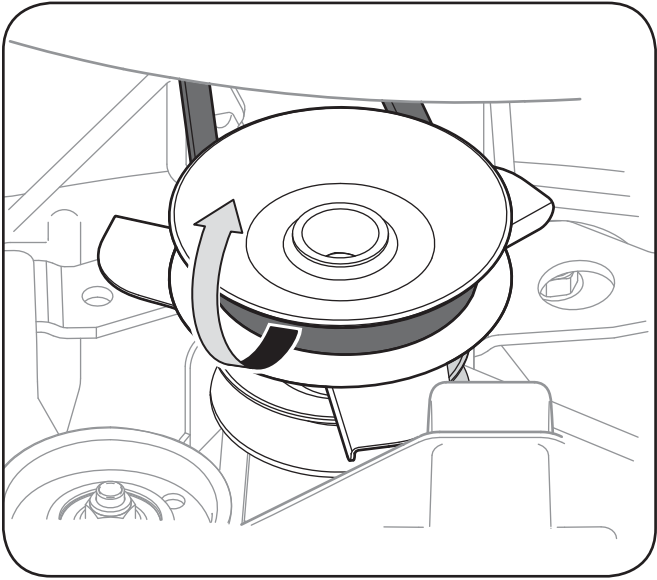

Figure 7-2
3. Dégagez la courroie de la poulie d'entraînement de la p. d. f., comme à la Figure 7-2. Roulez un côté de la courroie pour la dégager de la poulie, puis continuez jusqu'à ce qu'elle soit complètement dégagée de la poulie.
4. Tirez la courroie vers l'arrière du tracteur et dégagez-la du support du guide de la courroie. Voir la Fig. 7-2.
8. Faites passer la courroie du plateau de coupe dans le support du guide de courroie, puis sur la poulie d'entraînement de la p. d. f., comme à la Fig. 7-2.
- 4. Dégagez la courroie de la prise de force de la poulie motrice du tracteur. Voir la Figure 7-2.